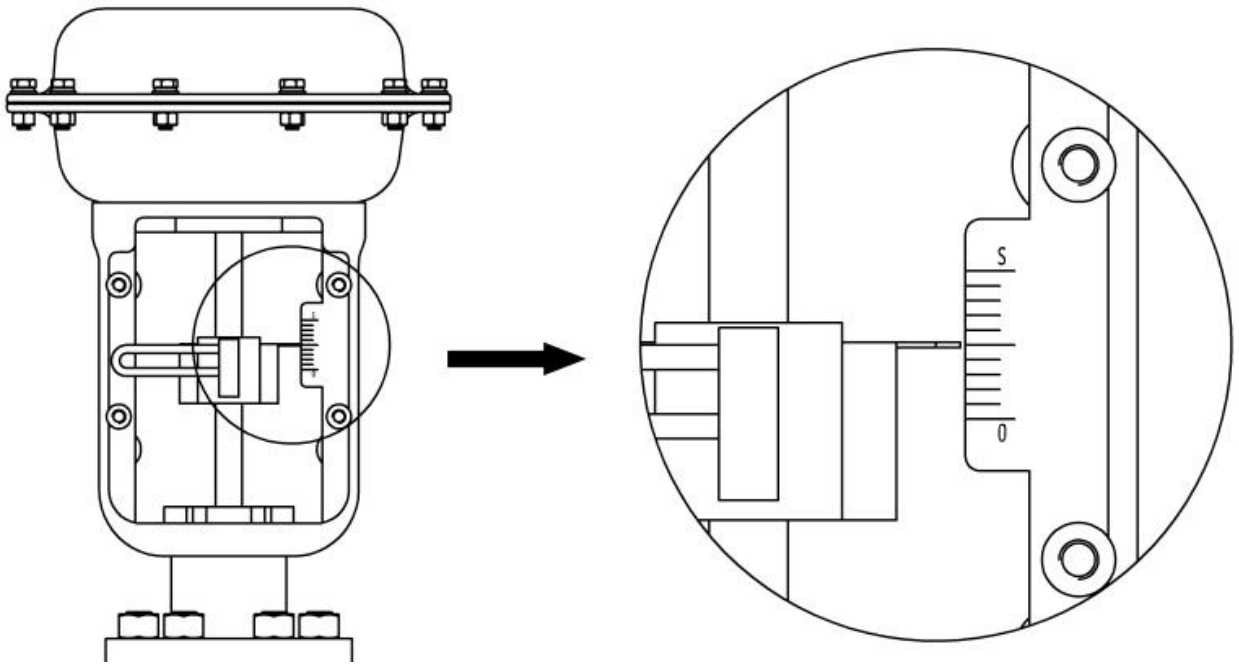
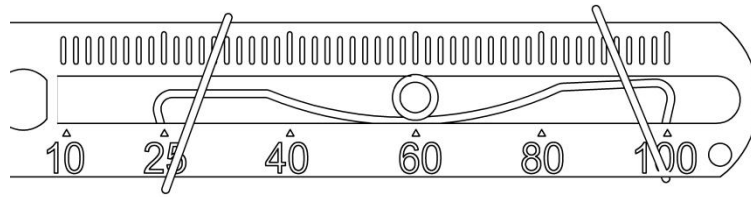

图 19. 阀门行程中点
图 20. 反馈杆 B 和传动销连接
- 给阀门气缸通气，依据阀门上的行程标尺将阀位调到行程中点，如图 19 所示。
- 对于反馈杆 A，使直行程安装支架⑦贴住执行器，反馈杆⑤的头部进入 U 型杆①。对于
反馈杆 B，把传动销⑪插入到反馈杆 B 插槽内的固定弹簧上，如图 20 所示。调整位置，目测确认阀的主轴和反馈杆成直角。如无法成直角则按实际情况安装。